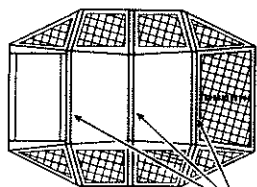

図1
(1)3本のFRPポールを伸ばし、本体の上に付いている3箇所のポールスリーブにそれぞれ通す。(図1)